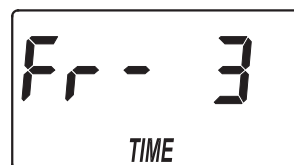

FIG. 28
2. Appuyez trois fois sur le bouton CHOISIR, jusqu'à ce que l'indication « Fr TIME » (heure du rinçage rapide) s'affiche (consultez la figure 28).